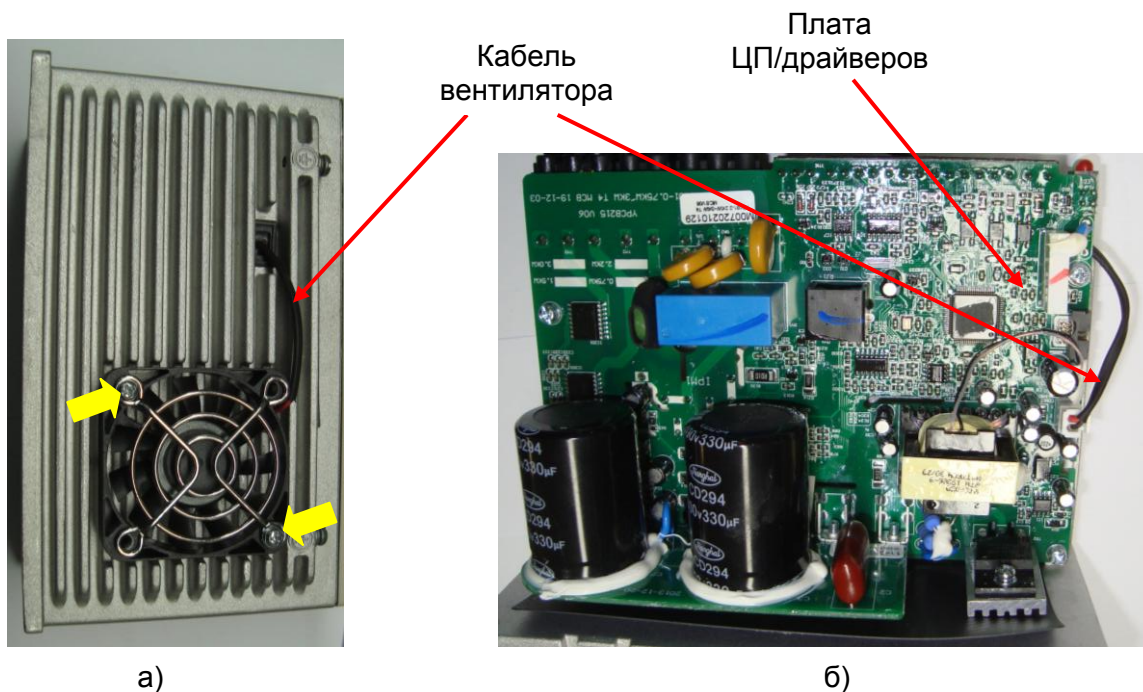

Рис. 7.1
7.1.1. Взять вентилятор, продеть его кабель в отверстие в радиаторе. Расположить вентилятор маркировочной этикеткой в сторону радиатора и прикрутить его вместе с защитной решеткой двумя винтами (желтые стрелки, рис. 7.1,а).
7.1.2. Подключить кабель вентилятора к разъему на плате ЦП/драйверов (рис. 7.1,б).